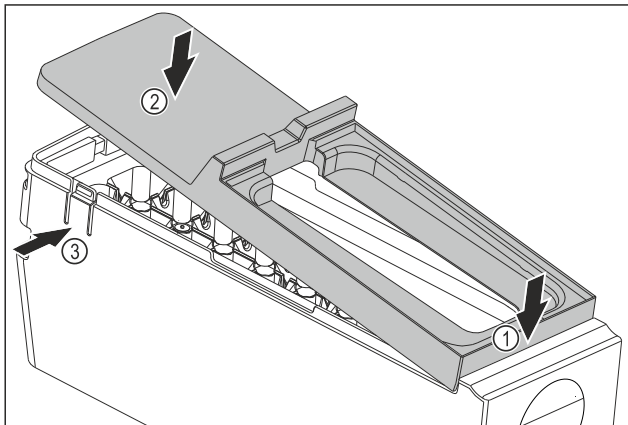

Fig. 120
- ▶ Afdekking van de EasyTwist-Ice-corporus monteren: Afdekking voor bevestigen. Fig. 120 (1)
- ▶ Afdekking achter neerlaten. Fig. 120 (2)
- ▷ Afdekking klikt hoorbaar in beide strips Fig. 120 (3) vast.